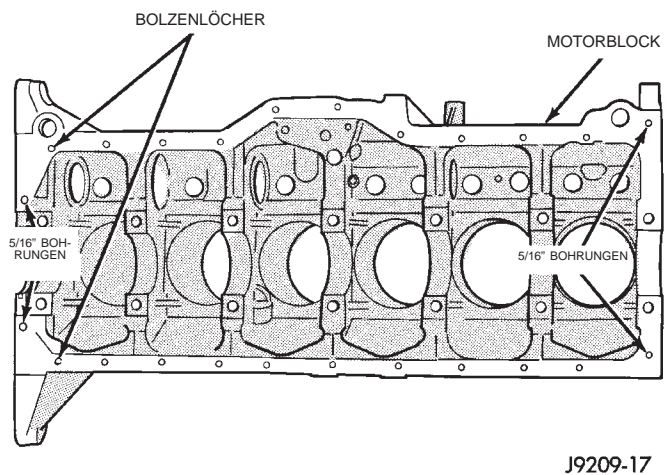

Abb. 49 Lage der Zentrierbolzen im Motorblock
(3) Je zwei Bolzen im Steuerkettendeckel und Motorblock anbringen (Abb. 49).
(4) Mopar® Silicone Rubber Adhesive Sealant auf Motorblock an den hinteren Hauptlagerdeckeln und